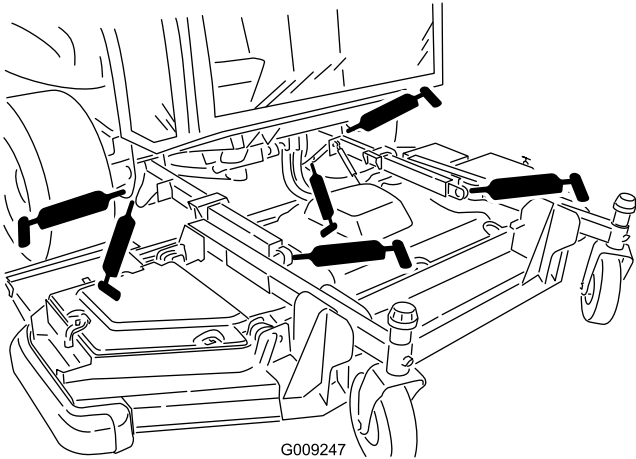

Figura 84
- 2 casquillos del brazo de elevación (Figura 84)
- 2 rótulas de los brazos de elevación (Figura 84)
- 2 pivotes de los cilindros de elevación de la carcasa delantera (Figura 84)